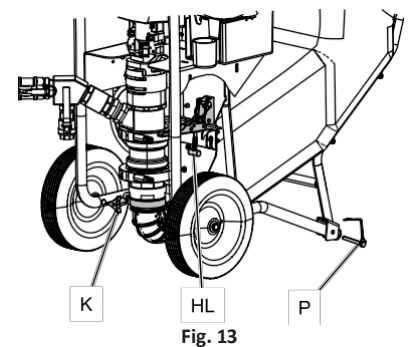
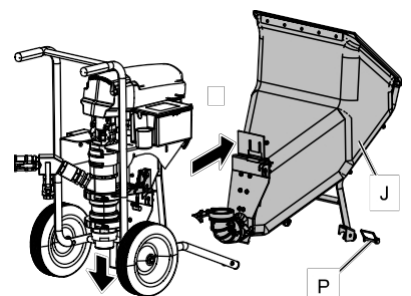

Fig. 13
Fig. 14
2. Rotiți butonul (K) spre stânga pentru a slăbi clema dintre cotul buncărului și pompa inferioară. (Fig. 13)
3. Scoateți știftul de blocare și trageți în jos zăvorul buncărului (HL) de pe placa buncărului.
4. Îndepărtați cele două știfturi ale buncărului (P) de pe picioarele din față ale căruciorului.
5. Ridicați mânerul și trageți buncărul (J) de pe pulverizator. (Fig. 14)